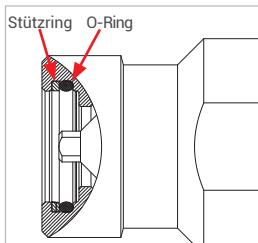

Abbildung 13
- ▶ Kontrollieren Sie vor dem Einsetzen des Nippeleinsatzes (Pos. 7) die beiden Dichtelemente (O-Ring und Stützring, Abbildung 13) auf korrekte Einbaurichtung, richtigen Sitz und Beschädigung.